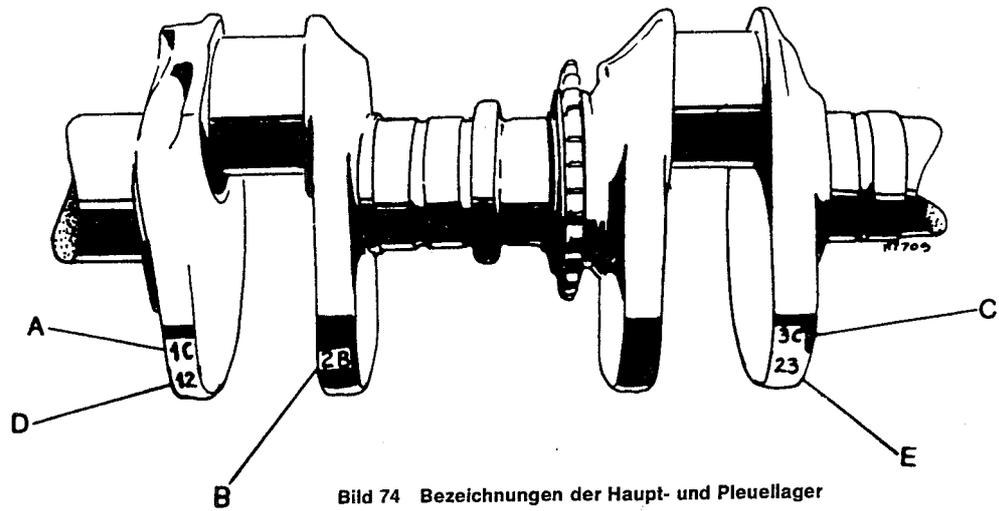

Bild 74 Bezeichnungen der Haupt- und Pleuellager
- Halten Sie sich beim Ersetzen der Lagerschalen an die Angaben über den Sitzdurchmesser der Pleuelstange (eine in die bearbeitete Fläche der Pleuelstange eingeschlagene Zahl) und den Durchmesser des Hubzapfens (Zahl auf der angrenzenden Kurbelwange; Bild 74 und untenstehende Tabelle).
75) und der Durchmesser der Hauptlagerzapfen (Bild 74) gekennzeichnet ist. Die Auswahl der Schalen erfolgt nach der untenstehenden Tabelle.